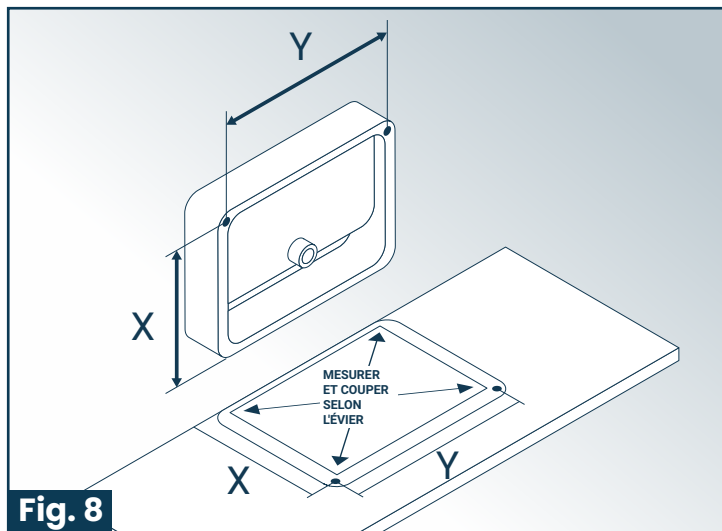

Fig. 8
4. Transférez les dimensions sur votre plan de travail en utilisant votre évier comme modèle. La distance « X » et « Y » sera une mesure fixe basée sur votre modèle d'évier. Cependant, la position de l'évier sur le comptoir variera en fonction de la distance que vous préférez par rapport au mur – assurez-vous de tenir compte de l'emplacement du drain et du robinet lors de la détermination de la position finale de l'évier. (Fig. 8)